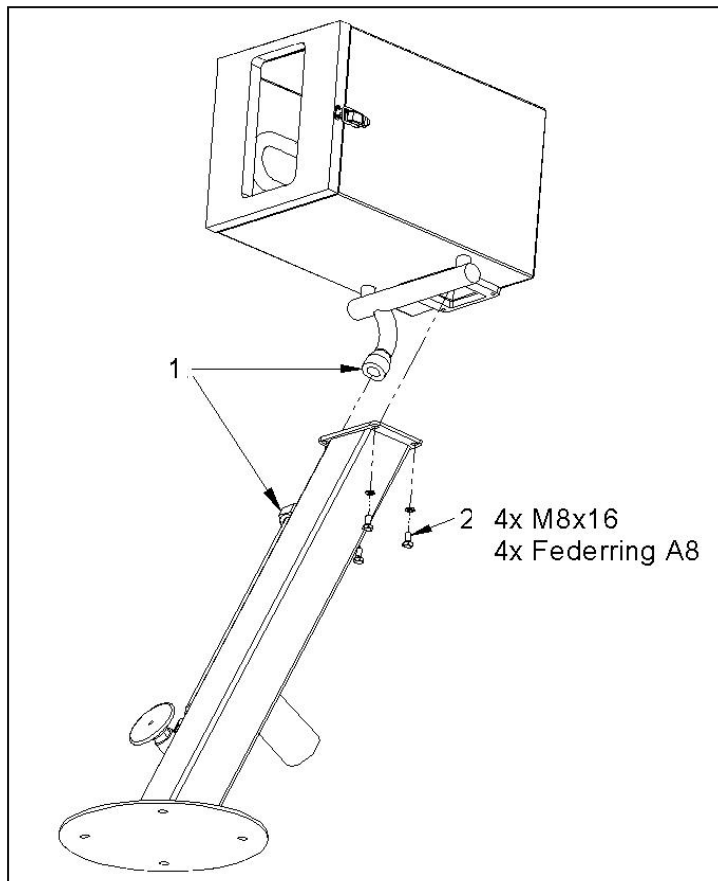

Рис. 5-1
1. Плотнo свинтить водяную трубу (1) (Рис. 5-1).
2. Привинтить нижнюю часть машины к верхней части машины с помощью прилагаемых 4 винтов (2) (Рис. 5-1).